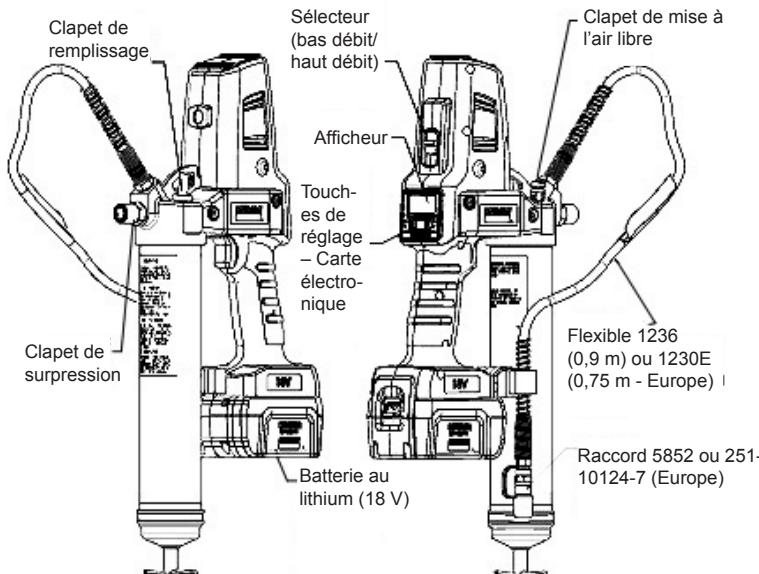

Figure 1
Le clapet de surpression (fig. 1) est réglé en usine pour faire chuter la pression si celle-ci dépasse 517 bars. Ce clapet sert également d'indicateur de l'état des paliers et du circuit de graissage. De la graisse sortant du clapet de surpression indique l'obstruction ou le serrage excessif d'un palier, d'un raccord ou d'une canalisation. Ce problème doit être rectifié avant de continuer à utiliser le PowerLuber.
**Quand le moteur ne fonctionne pas,** appuyer sur le sélecteur (fig. 1) jusqu'à ce que la lettre « L » ou « H » soit complètement visible dans la fenêtre.
1. Il faut amorcer le Power Luber après chaque changement de la cartouche de graisse ou chaque remplissage. Pour amorcer, faire fonctionner le graisseur jusqu'à ce la graisse sorte du flexible. Utiliser le clapet de mise à l'air libre (fig.1) pour éliminer les poches d'air.